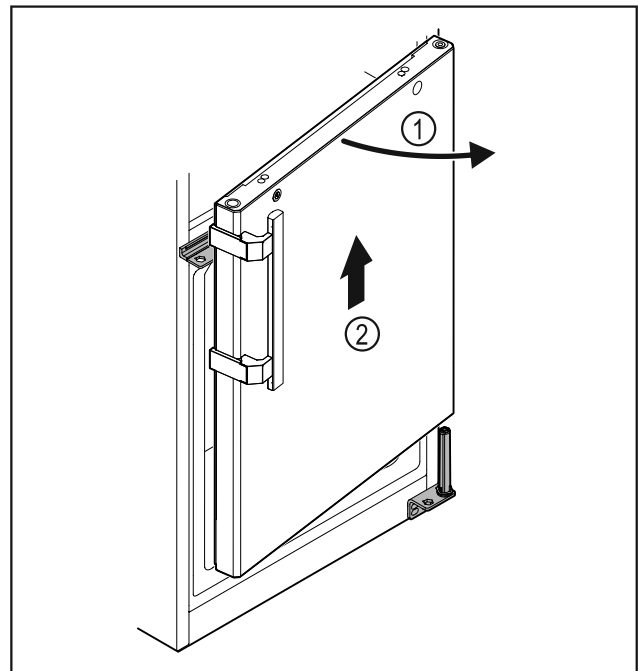

Fig. 32
- ▶ Az ajtót Fig. 32 (1) kissé nyissa ki, emelje meg felfelé kb. 200 mm-rel, majd vegye le Fig. 32 (2).